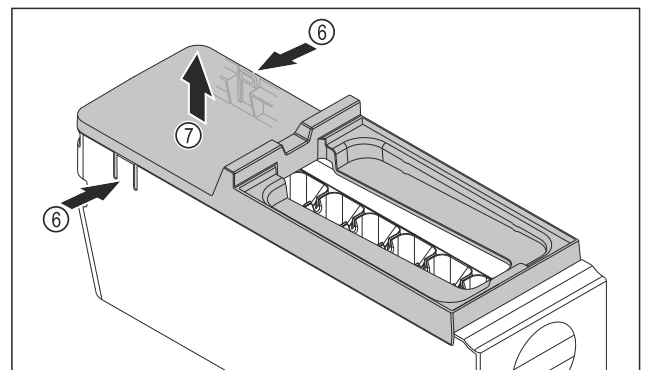

Fig. 112
- ▶ Retirer le couvercle du corps de l'EasyTwist-Ice : D'une main, pousser les languettes Fig. 112 (6) des deux côtés du corps de l'EasyTwist-Ice.
- ▶ De l'autre main, retirer le couvercle Fig. 112 (7) vers le haut.